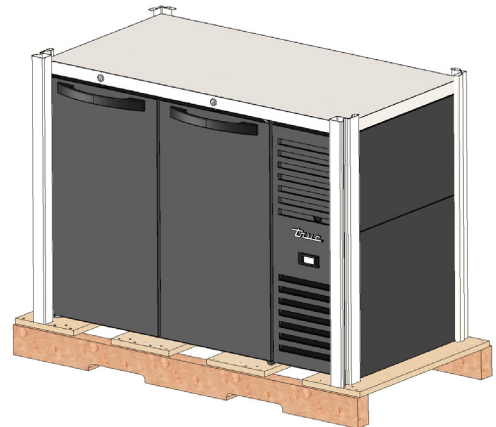

Fig. 1. Retire el embalaje externo.
1. Retire el embalaje externo (cartón, plástico de burbujas o esquinas de poliestireno extruido y plástico transparente). Véase la fig. 1. Verifique que no haya daños ocultos. De haberlos, efectúe inmediatamente la debida reclamación ante la empresa de transporte que hizo la entrega.